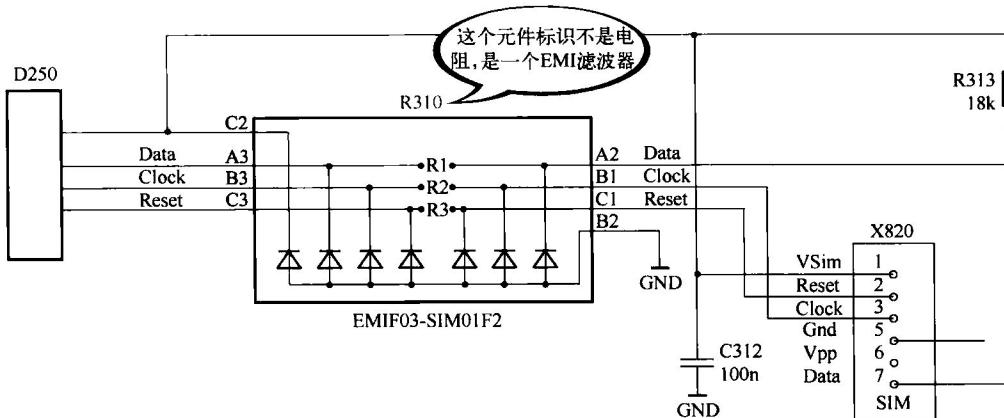

图 1.1 标识为“R”的元件不一定是电阻
1. 在某些时候，以“R”来标识的元件不一定就是电阻，需注意相应元件的图形符号（参见图 1.1）。